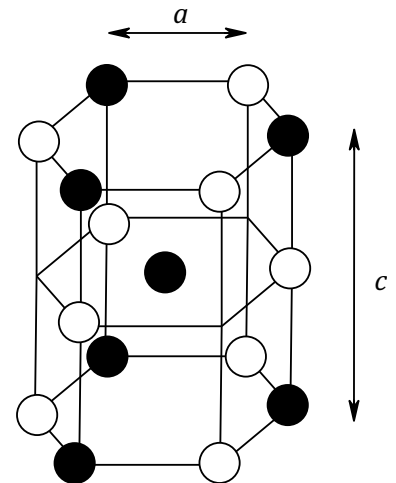

Figure 4 : structure de BN
- 3) Dans le borure d'azote de formule BN, les atomes de bore et d'azote sont en alternance stricte et constituent une structure de type graphite avec une longueur de liaison B – N égale à $a = 145$ pm et une distance entre deux plans successifs égale à $\frac{c}{2} = 334$ pm. La figure 4 rappelle la structure correspondante.
- a) Quelle est l'atomicité du prisme droit à base hexagonale représenté figure 4 ?